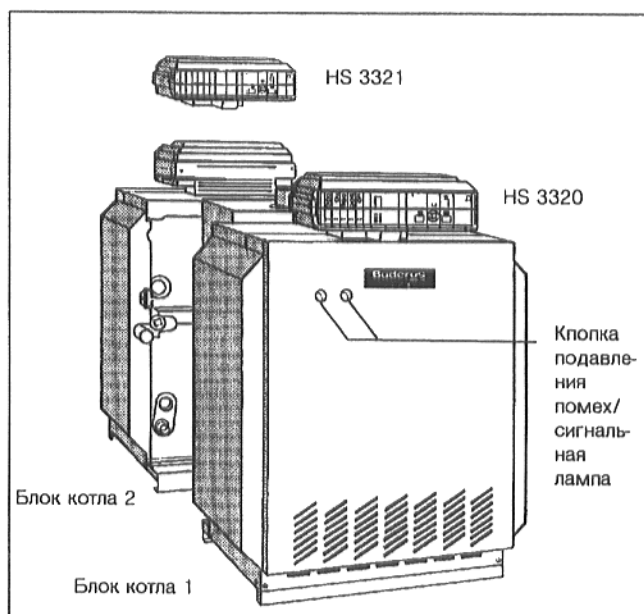

Рис. 5: G334 XDZ с устройствами регулирования HS 332x (G334 XDN с постоянным регулированием: 2 x HS 3321)
- Если на кнопке подавления помех горит сигнальная лампа (Рис. 5), нажать кнопку подавления помех.